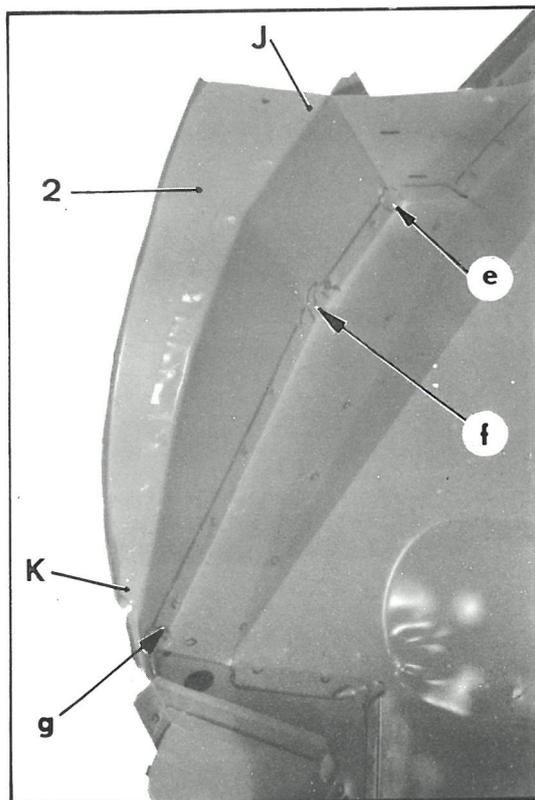

Fig. 3
- en* e, f et g (fig. 3)
en b, c et d (fig. 2)*en* e, f et g (fig. 3)